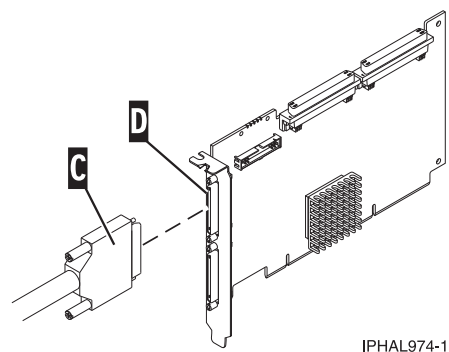

図 21. SCSI ケーブルから SCSI インターフェース・カードへ
SCSI ケーブル (C) のもう一方の端をサーバーの SCSI アダプター (D) に接続します。 詳細については、図 21 を参照してください。